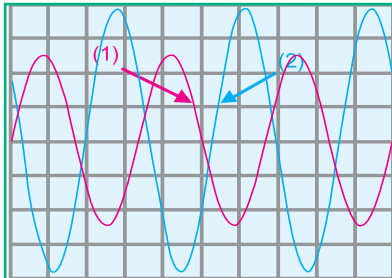

Fig.9a :  $u_E(t)$  et  $u_S(t)$  pour  $N_1 = 600 \text{ Hz}$
Pour trois fréquences différentes  $N_1, N_2$  et  $N_3$  de  $N$  et avec les mêmes sensibilités des deux voies de l'oscilloscope, on obtient les oscillogrammes donnés par les figures 9a, 9b et 9c.
- 1°) Par exploitation des oscillogrammes des figures 9a, 9b et 9c :